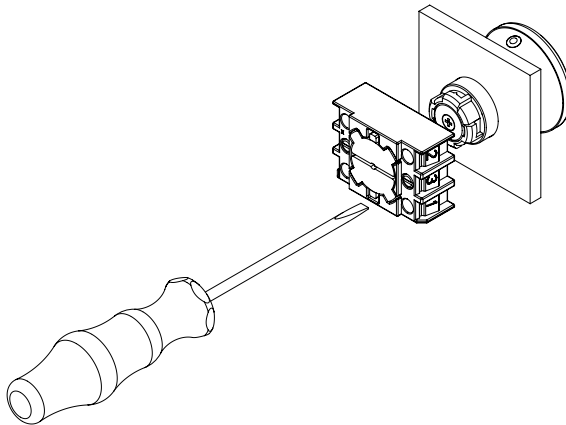

Fig. 1
1. Montare gli elementi di comando e la flangia di montaggio stringendo le viti della flangia di montaggio con un cacciavite a punta piatta della taglia 2 (vedi Fig. 1)
1. Montare gli elementi di comando e la flangia di montaggio stringendo le viti della flangia di montaggio con un cacciavite a punta piatta della taglia 2 (vedi Sezione 3.1, Fig. 1).